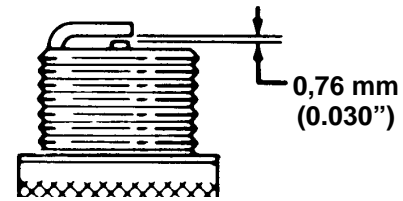

Figure 30
3. Réglez l'écartement des électrodes de la bougie neuve à 0,76 mm (0.030") (Fig. 30).